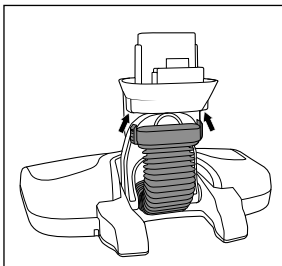

Fig. 18
- ◆ Faites glisser la tubulure sur le logement, de manière à ce que les touches de déverrouillage ⑮ s'enclenchent (voir fig. 18).